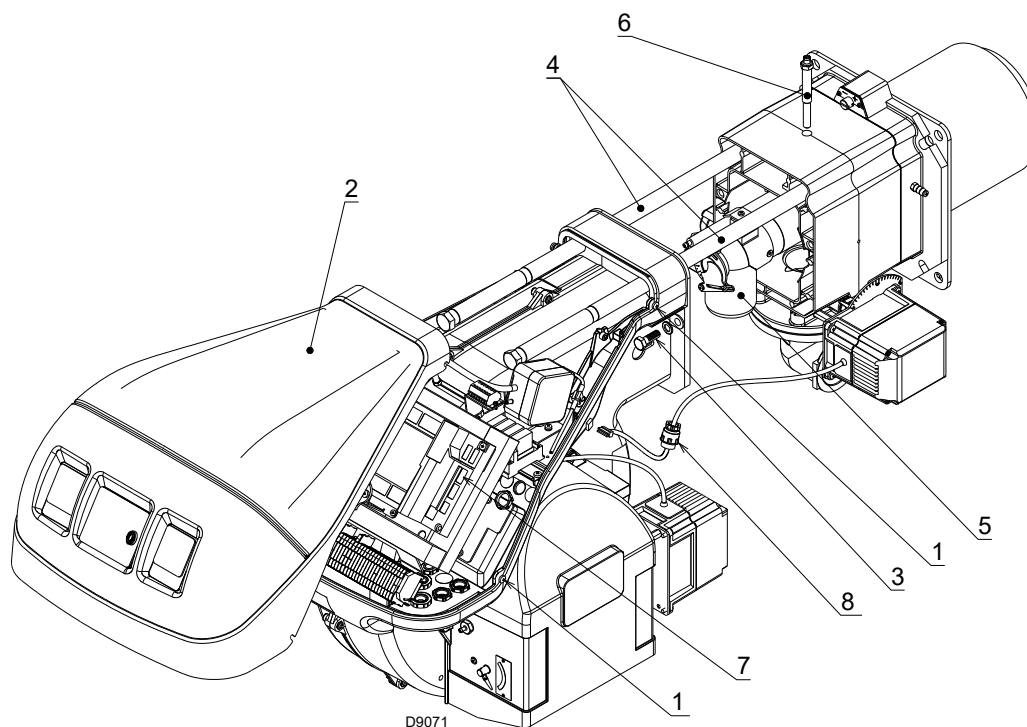

Рис. 35
- Ослабьте 4 винта 1)(Рис. 35) и снимите кожух 2).
- Подсоедините штекер сервопривода 7)(Рис. 35) и закрутите кабельный ввод 8).